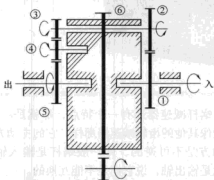

图 3 滚齿机的圆柱齿轮差动装置
本页左侧照片②表示的是滚齿机的差动齿轮装置。这是在进行斜齿轮的齿加工的运动部分。输入力是从该照片的右侧导入。圆柱齿轮的差动装置如图 3 所示。①是太阳轮，而②和③相当于一个锥齿轮，④是与旋转方向相反的中间齿轮。⑥是斜齿轮另一个驱动力输入处。
同样的结构如换成锥齿轮，就如图 4 所示，将图 3 中的⑥变为蜗轮。